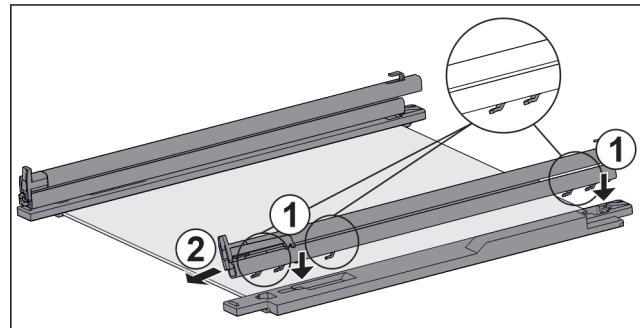

Fig. 133 Glasplatte mit Schienen und Halteteilen
- Haken der Schiene auf die Öffnungen des **linken** Halte- teils setzen. Fig. 133 (1)
► Schiene nach vorne ziehen. Fig. 133 (2)
► Haken der Schiene auf die Öffnungen des **rechten** Halte- teils setzen. Fig. 133 (1)